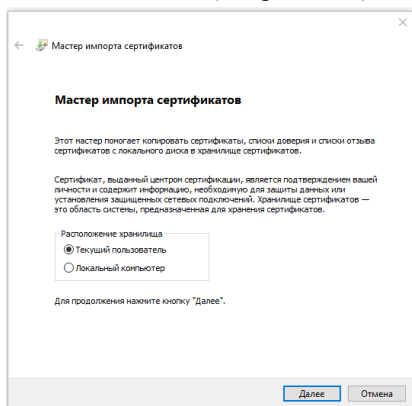

Рис. 5.21. Окно «Мастер импорта сертификатов»
- В окне «Мастер импорта сертификатов» выберите «Текущий пользователь» и нажмите «Далее» (см. рис. 5.21).